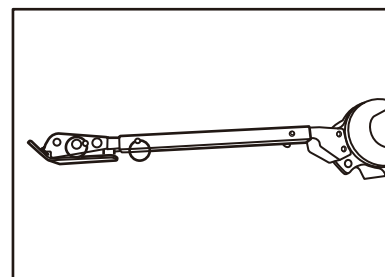
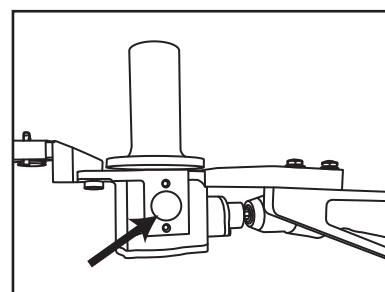

Figure 12
Figure 14
2. L'extension avant (6) peut être allongée en retirant la tige avant et en sortant l'extension. Réinstallez la tige pour sécuriser l'extension avant (6). Cela allongera l'extracteur de 15,25 cm (6") supplémentaires (figures 12 et 13).
4. Si le câble glisse sur le cabestan (1), arrêtez l'extracteur et ajoutez des enroulements supplémentaires au cabestan (1) pour augmenter la friction et réduire le glissement.
5. Pour les tirages longs souterrains, il est possible d'insérer un morceau de conduit rigide 1,9 cm ($\frac{3}{4}$ ") coupé et fileté dans le fond de la boîte de vitesses (4) pour un soutien supplémentaire (figure 14).
6. Le cabestan (1) peut être retiré pour faciliter le retrait du ruban polyligne/mule. En tenant fermement le cabestan (1), éloignez-le de la boîte de vitesses (4). Cette fonction peut être utilisée lorsque le cabestan (1) est plein et que le retrait et le remplacement d'un second cabestan (1) peuvent commencer. Avec le nouveau cabestan (1) à la main, alignez le doigt d'indexage sur l'arbre de sortie de la boîte de vitesses avec les encoches situées sous le cabestan (1) et appuyez fermement sur le cabestan (1) vers la boîte de vitesses (4) jusqu'à ce qu'il soit bien en place. Reportez-vous à la Section A de l'INSTALLATION DU RUBAN POLYLIGNE/MULE pour les instructions relatives à l'installation.